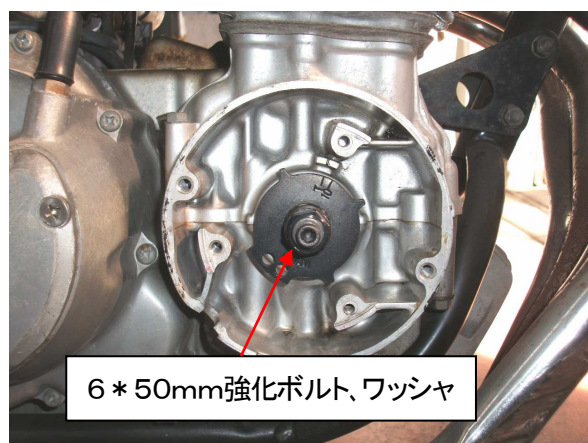

図2、SP II タイミングロータの取り付け
- ②SP II タイミングロータを付属の6 * 50mm強化ボルト、ワッシャを使用して取り付けて下さい(図2)。